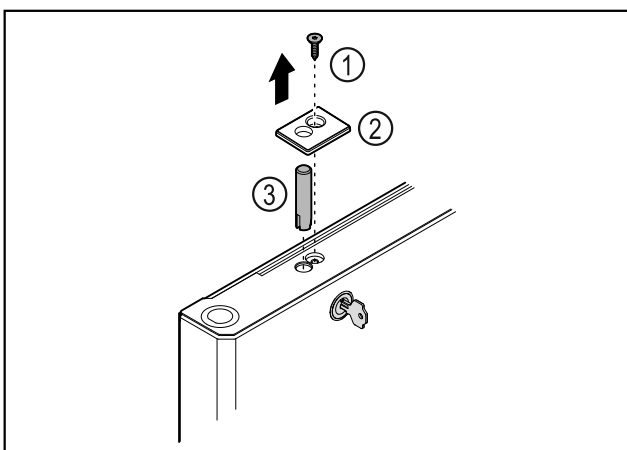

Fig. 41
- Retirer la vis Fig. 41 (1).
- Décrocher le cache Fig. 41 (2) avec un petit tournevis et le retirer.
- Retirer l'axe de la serrure Fig. 41 (3).